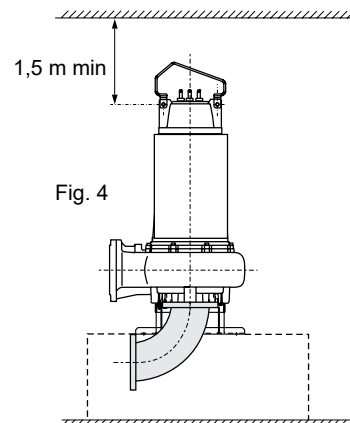

Fig. 4
- 1 - Electrobomba dispuesta con eje de rotor vertical sobre específico pie de sostén y curva embridada en aspiración (fig. 4). Para mover la máquina, desmontar la manilla y volver a montarla en otra posición, de forma que al levantarla, el eje de la máquina quede vertical.